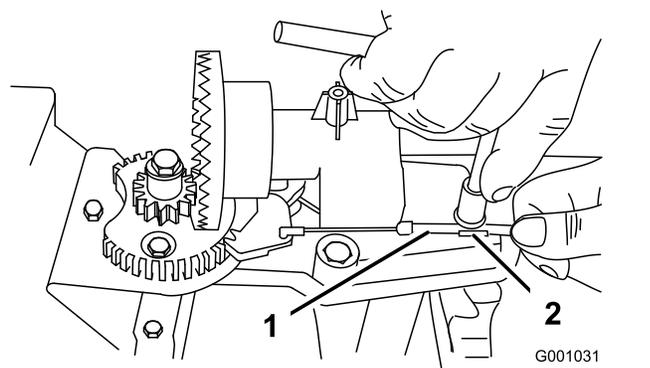
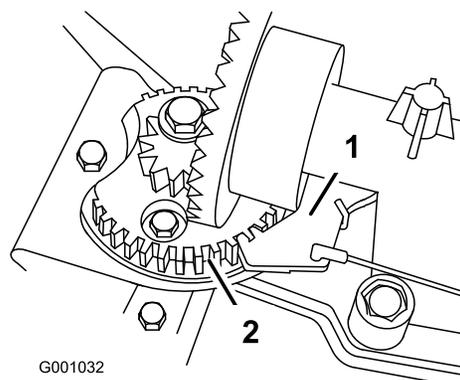

Figure 52
Figure 53
2. Desserrez le boulon du serre-câble (Figure 52).
3. Saisissez la gaine du câble et déplacez-la vers l'avant de la machine jusqu'à ce que le cliquet de verrouillage de la goulotte d'éjection s'engage complètement dans les dents du secteur (Figure 52 et Figure 53).
Remarque: Le cliquet est rappelé par ressort et s'engage naturellement dans les dents du secteur (Figure 53).